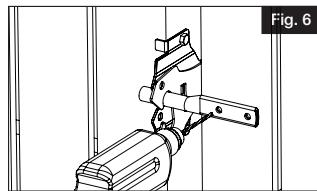

Fig. 6
- a. Taladre agujeros guía de 7/32" en el portón para la ubicación de la traba (Fig. 6).